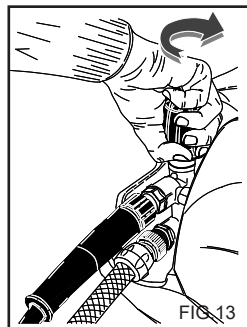

FIG.13
Ce chapitre concerne uniquement les modèles pourvus du dispositif "Régulateur de pression". Le dispositif régulateur de pression (fig. 13) permet de régler la pression de service. En faisant tourner le bouton C dans le sens contraire des aiguilles d'une montre (B) (minimum), on obtient une réduction de la pression de service.